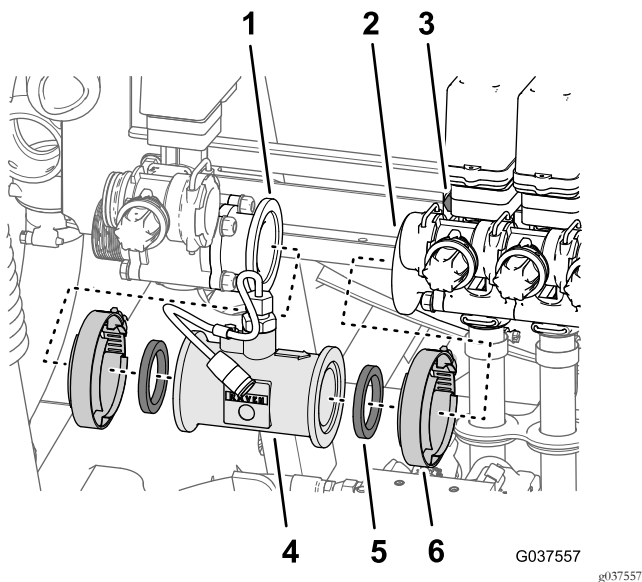

Figura 38
1. Rimuovete i 2 morsetti flangiati che fissano il flussometro alle flange della valvola di comando dell'agitatore e la valvola del segmento delle barre di sinistra (Figura 38).
2. Rimuovete le 2 guarnizioni e il flussometro dalla macchina (Figura 38).
Nota: Se necessario, allentate i 4 bulloni a testa flangiata e i 4 dadi di bloccaggio flangiati che fissano le 3 valvole di sezione delle barre al supporto delle valvole (Figura 38).